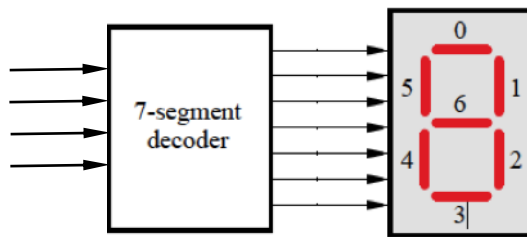
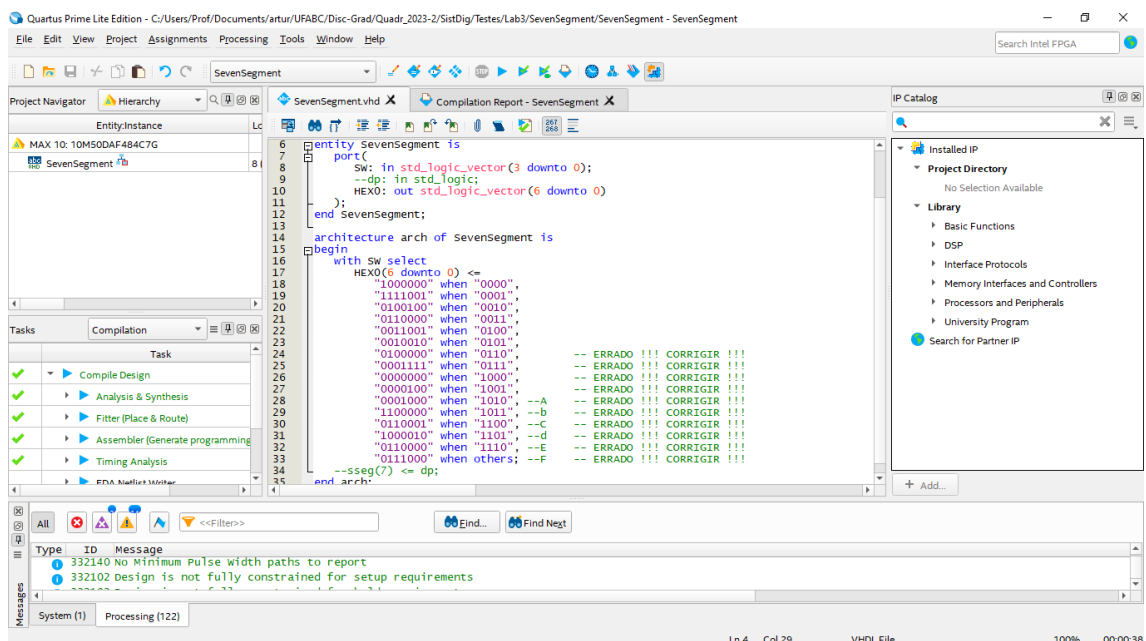

Fig. 12 – Decodificador e “Seven Segment Display”.
Fig. 13 – Código VHDL simplificado para o “Seven Segment Display” da placa DE10-Lite.
Uma forma simples de acionar o “Seven Segment Display” (Fig. 12) da placa **DE10-Lite** é através de um **decodificador**, como mostrado na Fig. 13. (Este código VHDL foi adaptado do livro **FPGA Prototyping by VHDL Examples**, de Pong P. Chu, originalmente concebido para ser implementado numa placa da Xilinx).
O decodificador para o “Seven Segment Display” recebe 4 bits em suas entradas e os decodifica em 7 bits, que acionam o **display de 7 segmentos** (Fig. 12). Cada um dos segmentos recebe uma numeração entre 0 e 6, e são ativos em “0”, ou seja, ele se apaga quando recebe “1” no respectivo segmento.
No código VHDL mostrado na Fig. 13, o vetor foi declarado em ordem inversa (ou seja, **6 downto 0**), desta forma introduzindo propositalmente “erros” para que você possa corrigi-los e entender como é acionado um display de 7 segmentos. Os primeiros seis algarismos estão corretamente decodificados, mas o restante precisa ser corrigido.
15. Corrija o código da Fig. 13 para que apareça no display **HEX0** os 16 caracteres hexadecimais, ou seja, **0, 1, 2, ..., 9, A, b, C, d, E e F**. (Para não gastar tempo com digitação, o código **“SevenSegment.vhd”** foi anexado a esta pasta **Lab3**).